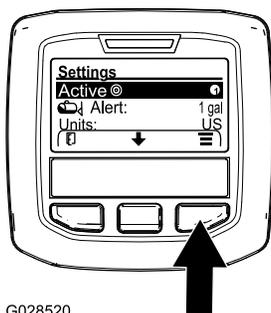

Рисунок 59
2. Нажмите среднюю кнопку выбора, чтобы выделить действующую настройку нормы внесения (Рисунок 59).
3. Нажмите правую кнопку выбора для переключения между нормами внесения 1 и 2 (Рисунок 59).